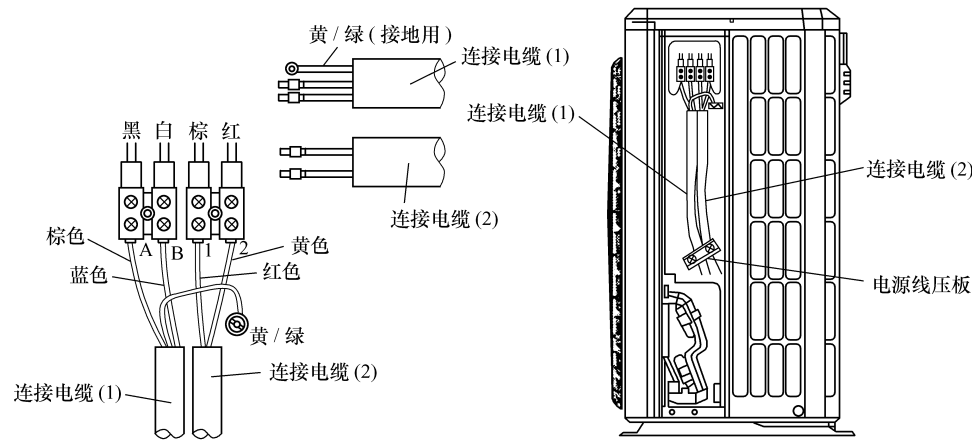

图 5-9 室外机组电缆连接
1) 室外机组电缆连接。把连接电缆按电气接线图所示正确牢固连接；用电源线压板将连接电缆压住后，用螺钉紧固即可。室外机组电缆连接如图 5-9 所示。